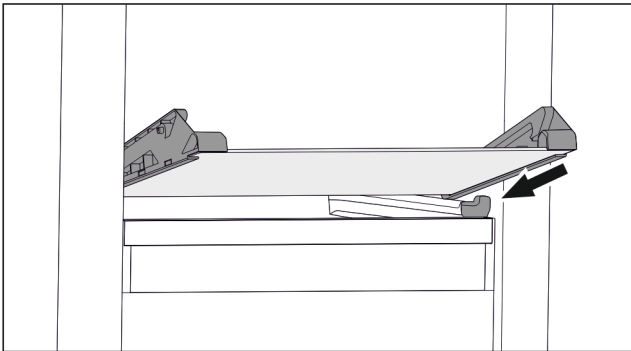

Fig. 71 Staklena ploča nagibne ladice
- ▶ Stavite ladicu ukoso iza zaustavljača. (pogledajte Fig. 71)